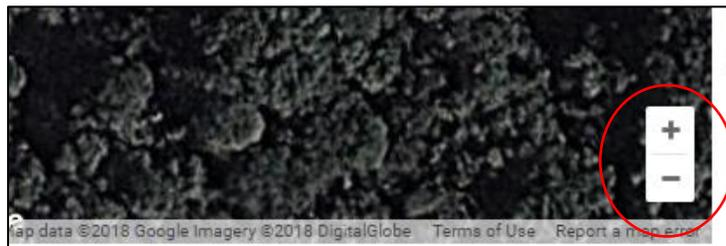

Figura 45. Zoom cerca y lejos en i-tree
- 1.7. También puede acercar y alejar la imagen usando los botones [+] y [-] en la esquina inferior derecha de la pantalla (Figura 45).